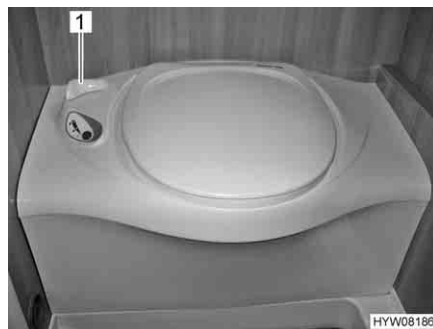

Fig. 146 Toilette Thetford
- Prima di tirare l'acqua, aprire il cursore della toilette Thetford. A tal fine ruotare la leva del cursore (Fig. 146,1) in senso antiorario.
- Dopo aver tirato l'acqua chiudere il cursore. Ruotare la leva del cursore (Fig. 146,1) in senso orario.